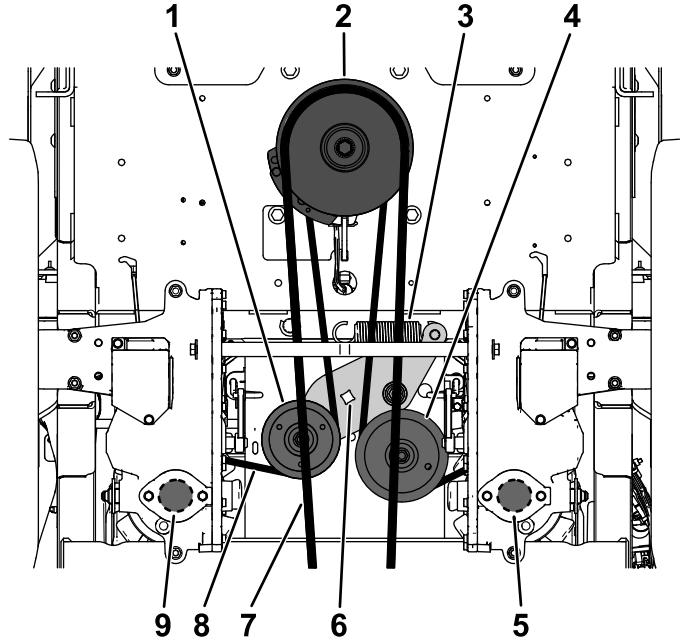

Figure 69
5. Insérez un rochet de  $\frac{1}{2}$  pouce ou une poignée articulée dans les trous carrés du bras de la poulie de tension pour détendre le ressort de la poulie de tension (Figure 69).
6. Retirez la courroie existante de la poulie de tension, des 2 poulies d'entraînement de pompe hydraulique et de la poulie du moteur (Figure 69).
7. Chaussez la courroie neuve sur la poulie de tension, la poulie du moteur et les 2 poulies de la pompe hydraulique (Figure 69).